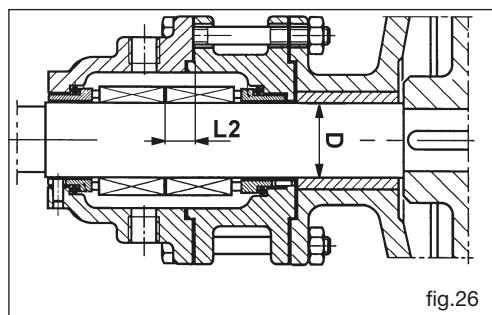

fig.26
- Enfiler la bride/ support (09).
- Monter le porte-garniture (77) après avoir inséré la partie fixe de la garniture (66.1).
**N.B. Le tableau indique le diamètre D de l'arbre et la distance L2 entre la garniture (66.1) et le porte-garniture (77) avec la bride/ support (09) qui n'est pas bloquée mais posée contre le rotor (fig. 26).**